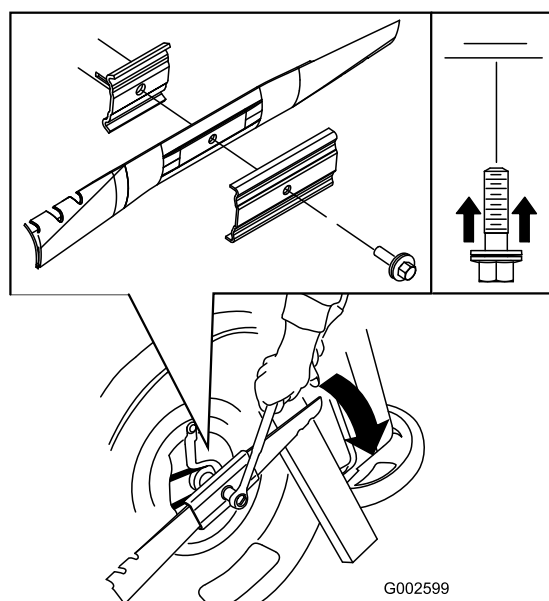

Рисунок 22
5. Установите новый нож (поверните болт крепления ножа по часовой стрелке) и все крепежные приспособления (Рисунок 22).